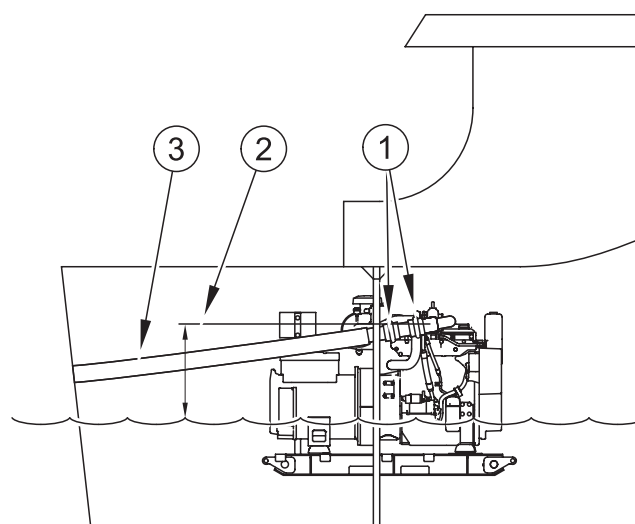

Figure 22
Il faut assurer la souplesse du flexible d'échappement, particulièrement si le moteur est monté sur des supports élastiques. Lorsque le flexible d'échappement doit passer à travers une cloison juste derrière le moteur, il est préférable d'adopter l'agencement illustré à la Figure 22, et d'utiliser un soufflet en caoutchouc (1) pour assurer la flexibilité.